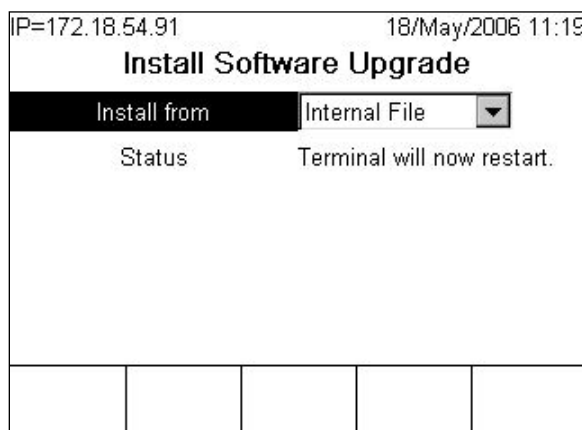

Figura 4-4: Aggiornamento del firmware in corso
8. Se IND780 trova i file nella directory AGGIORNAMENTO, viene visualizzata la schermata mostrata nella Figura 4-4 e il terminale viene riavviato.